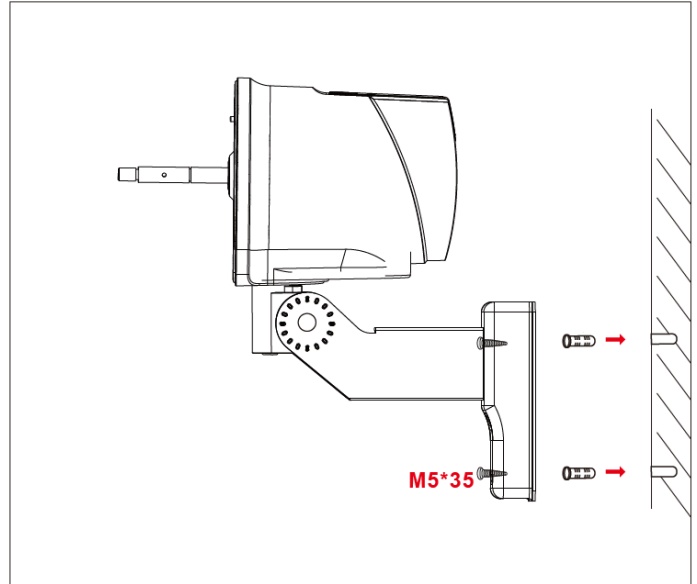

Figura 2
- c. Alineeu els quatre orificis del marc del motor amb els quatre orificis de la paret. Inserir el tac d'expansió als quatre orificis i inseriu els quatre cargols M5*35 als orificis i premeu-los fermament (figura 2).